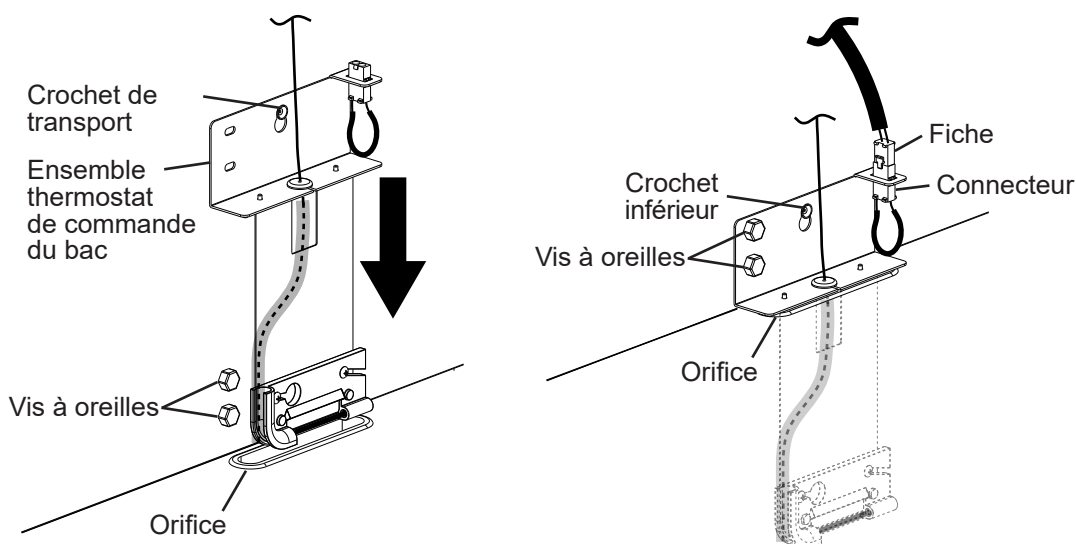

Fig. 3
- 7) Monter l'ensemble thermostat de commande du bac comme suit. Voir fig. 3.